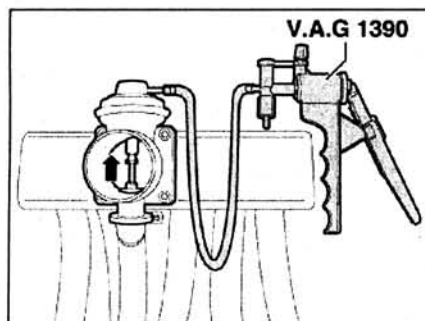

Рис. 2.146. Присоедините ручной вакуумный насос V.A.G 1390 к клапану.
2. Присоедините ручной вакуумный насос V.A.G 1390 к клапану (рис. 2.146).